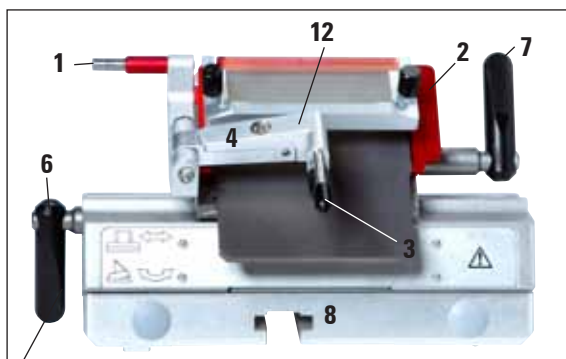

Fig. 12
- Ausilio di espulsione della lama (1) e salvadita (2)
- Regolazione dell'angolo di spoglia con chiave maschio esagonale da 4 (vedi 5, fig. 12, a sinistra sul portalama), angolo consigliato tra 2° e 5°
- Leva (6) per lo spostamento laterale (deve essere orientata verso il basso per poter spostare senza ostacoli il poggiadita)
- Leva (7) per il blocco della lama
1. Per staccare il segmento d'arco (1) dalla base, svitare con una chiave maschio esagonale da 4 la vite sull'impostazione dell'angolo di spoglia (2) e prelevare il segmento d'arco (1) dalla base del portalama.
2. Ribaltare il sistema stendifetta (3) verso sinistra afferrando la leva (4).
3. Allentare la leva di blocco (5) della piastra a pressione ruotando in senso antiorario.
4. Tener ferma la piastra a pressione (6) ed estrarre il perno (7).
5. A questo punto è possibile rimuovere la contropiastra (6) per la pulizia (con alcol).
6. Per rimuovere l'elemento superiore (8) dal segmento d'arco, allentare la leva di blocco del portalama (6, fig. 12) ruotando in senso orario ed estrarre. Il portalama è adesso spostabile lateralmente e può essere rimosso dal segmento d'arco.